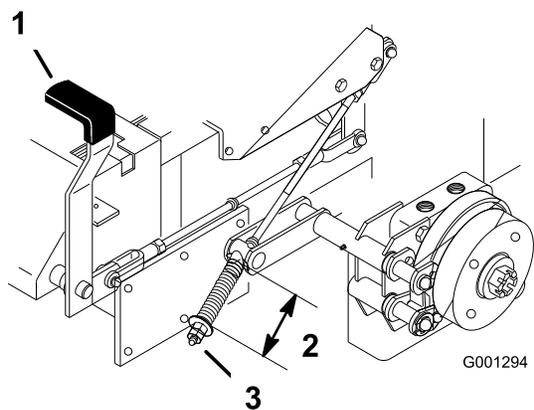

Figura 64
2. Mida la longitud del muelle. La medida debe ser de 64 mm entre las arandelas (Figura 64).
3. Si es necesario un ajuste, quite el freno de estacionamiento, afloje la contratuerca que está debajo del muelle y ajuste la tuerca que está directamente debajo del muelle (Figura 64). Gire la tuerca hasta obtener la medida correcta. Gire la tuerca en el sentido de las agujas del reloj para acortar el muelle y en el sentido contrario a las agujas del reloj para alargar el muelle.